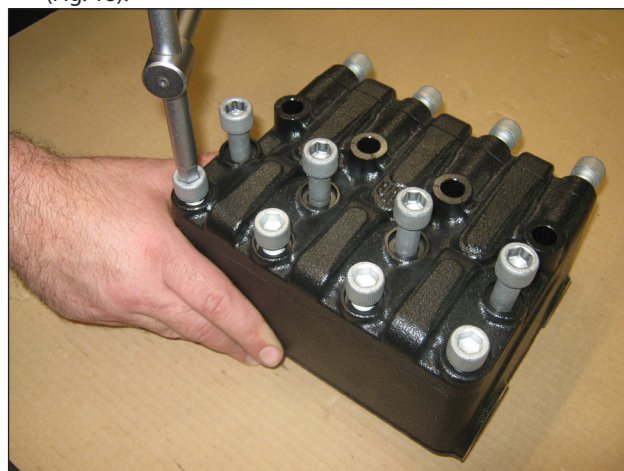
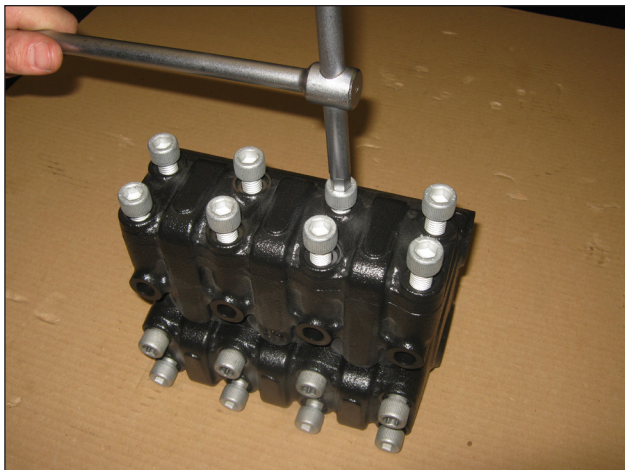

Fig. 16
Fig. 17
- Svitare le 4 viti M12x130 (M12x190 su SW64) e 4 viti M12x45 fissaggio coperchio valvole aspirazione le 8 viti M12x35 fissaggio coperchio valvole di mandata (Fig. 16 e Fig. 17);